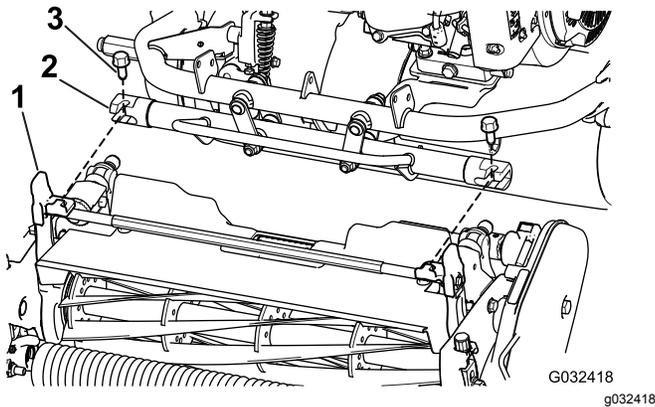

Figura 7
4. Mueva el bastidor de la máquina hacia adelante hasta que se acople a los brazos de pivote de la unidad de corte (Figura 7).
5. Sujete el bastidor de la máquina a los brazos de pivote de la unidad de corte con los 2 pernos ( $\frac{3}{8}$ " x  $\frac{3}{4}$ " (Figura 7).